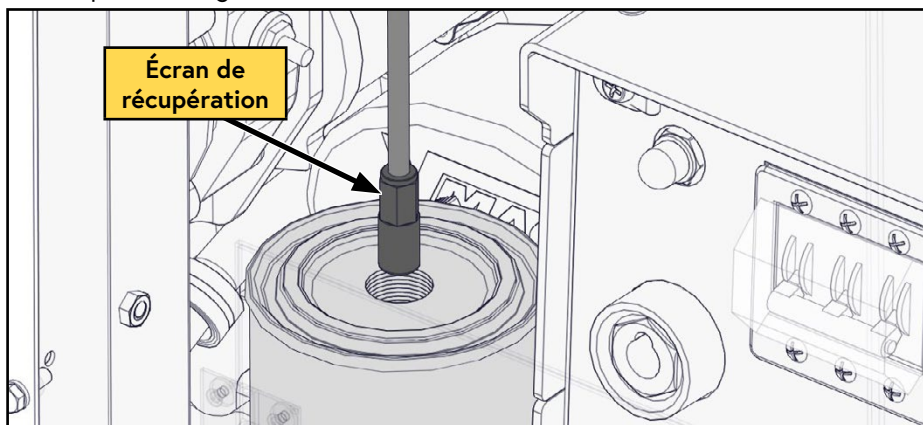

Figure 38 — Écran de récupération
- ☐ Assurez-vous que la crépine de récupération est en place sur le tube de récupération (Figure 38).